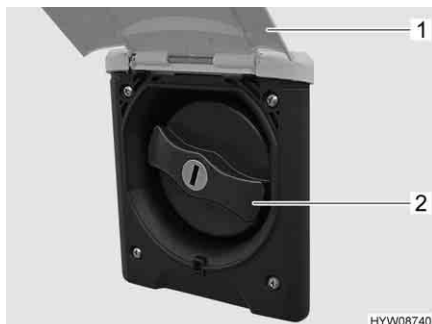

Fig. 160 Coperchio (bocchettone di riempimento dell'acqua potabile)
- Sollevare lo sportello esterno (Fig. 160,1).
- Ruotare il coperchio blu (Fig. 160,2) di un quarto di giro.